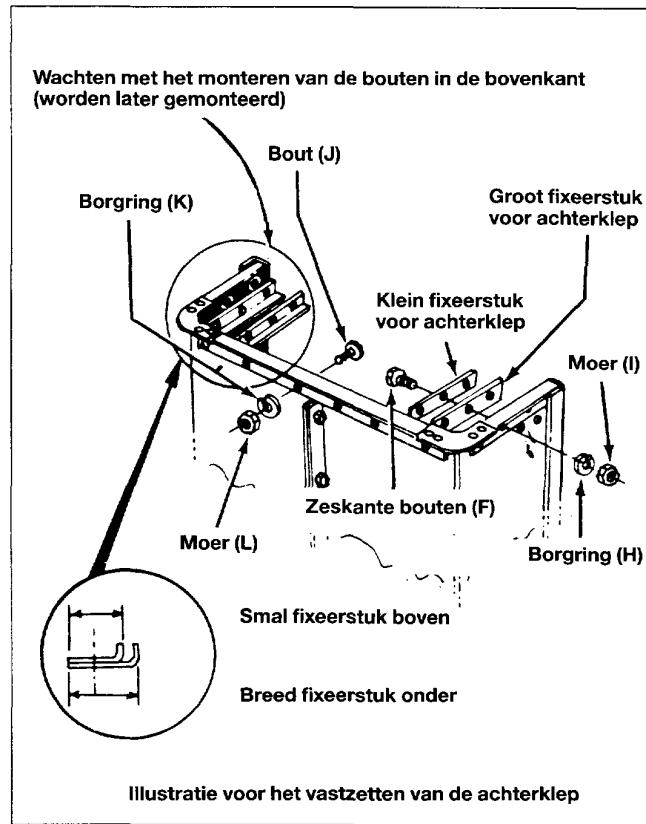

Fig. 5
7. Monteer de fixeerstukken voor de achterklep (Z) op de achterzijde van de wagen. Zie fig. 5.
8. Monteer de bouten (J) door de onderkant van de wagen en door de fixeerstukken. Monteer de borringen (K) en de moeren (L). Deze alleen aanbrengen en nog niet aanhalen. De bouten worden aan de binnenzijde van de wagen aangebracht. Zie fig. 5.
9. Monteer de fixeerstukken (S) op de achterklep (de openingen evenwijdig met de versterking van de achterklep en de zijden van de wagen). Zie fig. 5.
10. Vastschroeven met de 6 zeskante bouten (F), borringen (H) en moeren (I). Zie fig. 5.